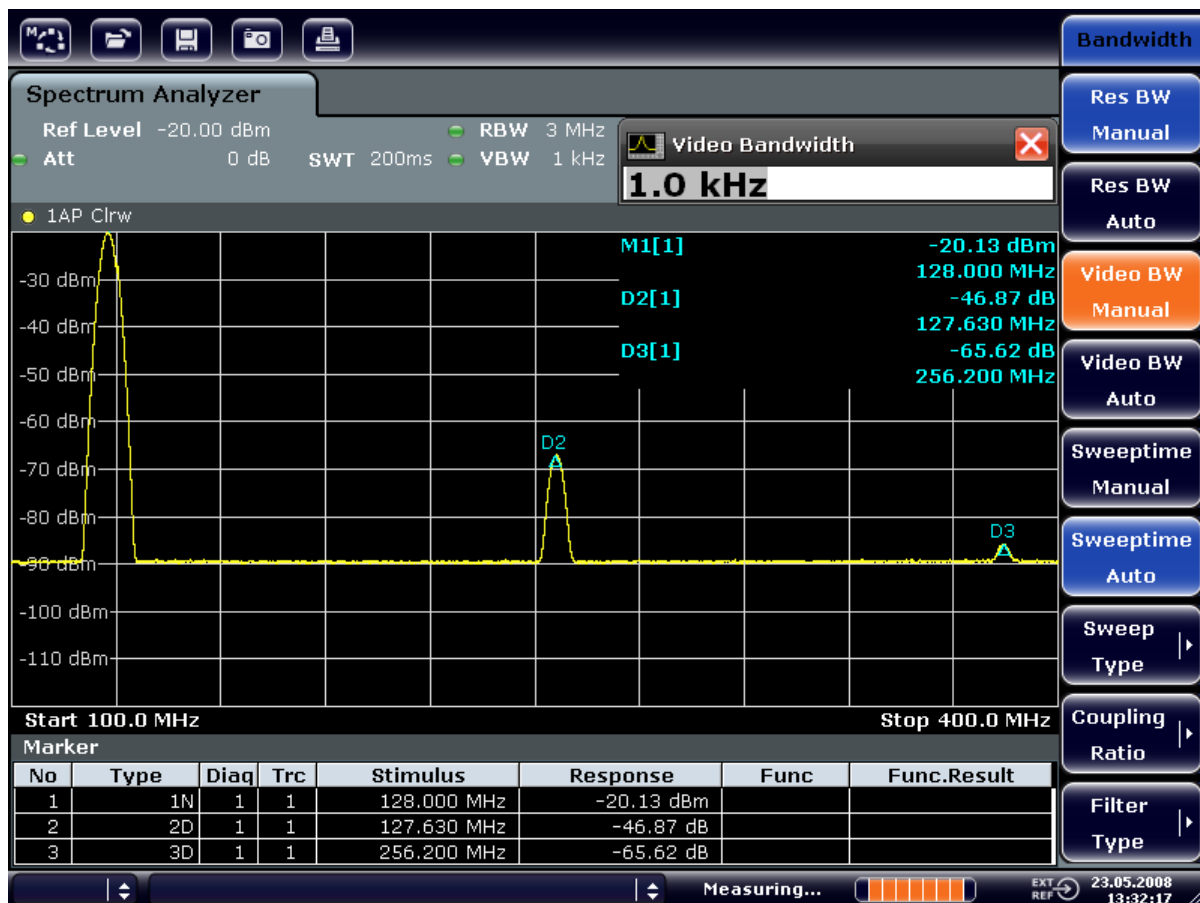

图 6-11: 在谐波测量过程中，通过降低视频带宽抑制噪声
3. 通过输入 1 kHz 将视频带宽减少到 1 kHz （示例）。这会明显地平滑噪声，且扫描时间增加到 200 ms 。换言之，测量过程将花费更多的时间。显示的视频带宽以圆点标记，表示它不再和分辨率带宽自动耦合了（参见图 6-11）。